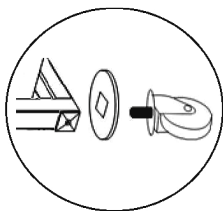

Fig. 3
5. Placer le chariot de transport sur son côté ou le retourner sur le plan de travail afin de fixer les protections des roulettes pivotantes aux éléments latéraux. Monter ensuite les 4 roulettes pivotantes aux éléments latéraux du chariot (**fig. 3**).